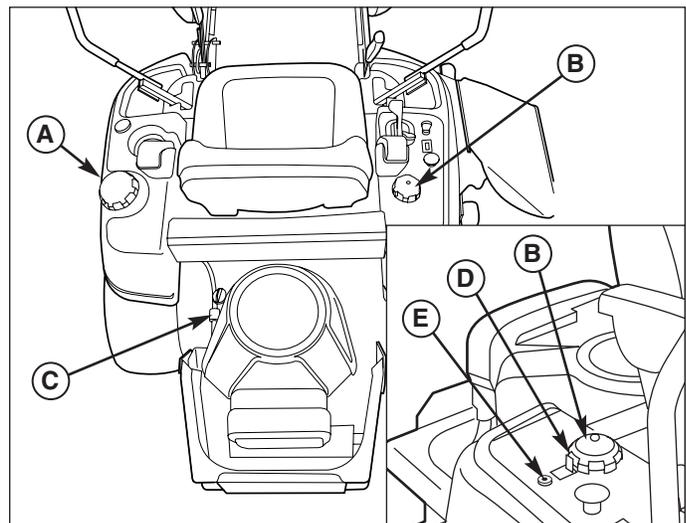

Figure 17. Maintenance
2. Avant d'enlever le bouchon du réservoir, assurez-vous que la partie autour du bouchon et du goulot de remplissage est propre, sans poussière, ni impureté et ni débris. Desserrez la vis de blocage (E, Figure 17) fixant la patte de blocage (D). Faites glisser la patte de blocage vers l'arrière et enlevez le bouchon (B).